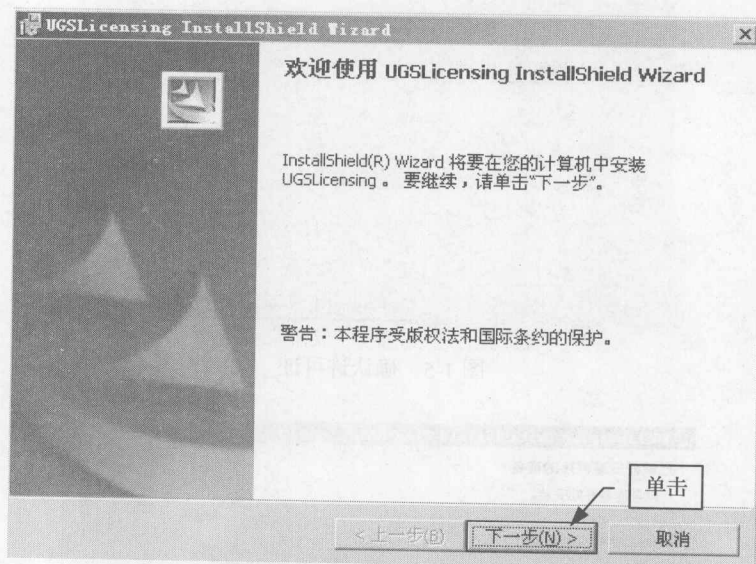

图 1-3 UGSLicensing InstallShiele Wizard 对话框
5. 在弹出的 UGSLicensing InstallShield Wizard 对话框中单击 下一步(N) > 按钮, 如图 1-3 所示。